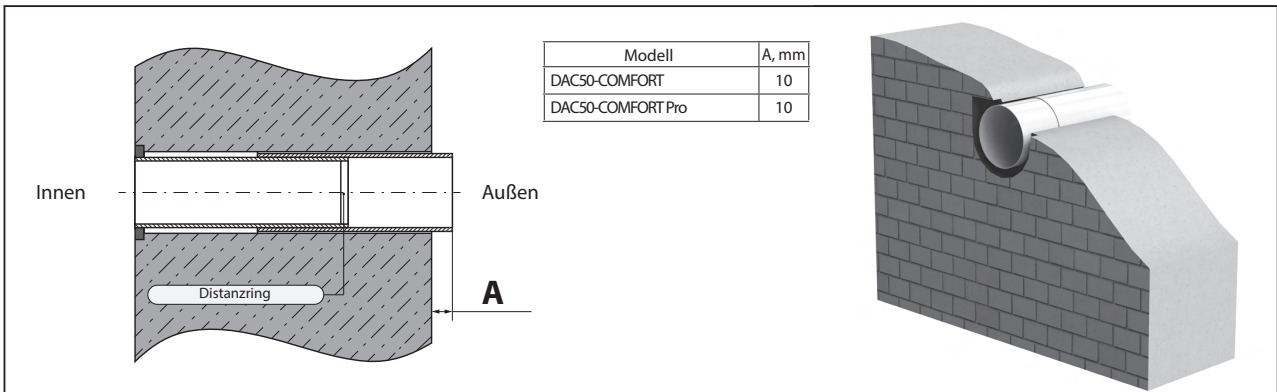

Abb. 9. Montage des Teleskoprohres
3. Setzen Sie das Teleskoprohr in die Wand ein. Der Abstand zwischen dem Teleskoprohrende und der Außenwandoberfläche muss dem Wert A in der Tabelle entsprechen, Abb. 9: